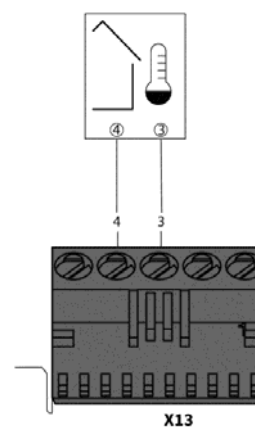

Abb. 20: Anschluss Außentemperaturfühler
- ➔ Schließen Sie den Außentemperaturfühler gem. Abb. 20 an.